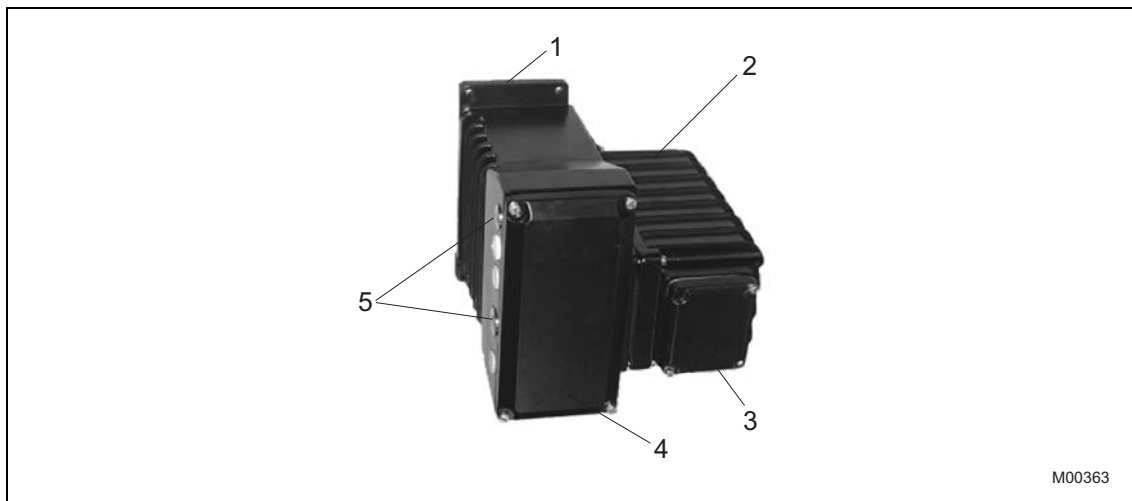

Fig. 5: EAN823
4. Retirer le capot du boîtier de raccordement (EAN823 Fig. 5, Pos. 3 ou EBN853 Fig. 7, Pos. 3).